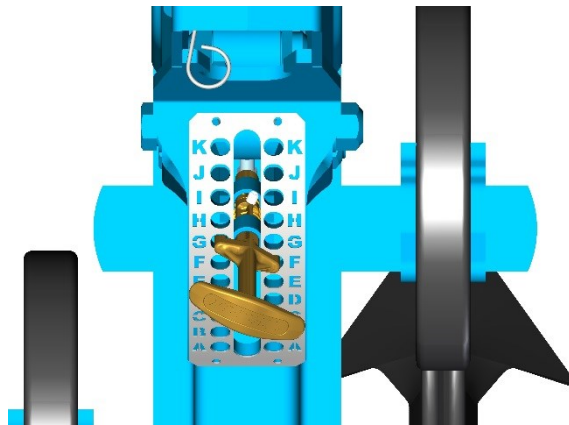

Fig. 2
- Abb. 2 : Heck-Hackelement Multicrop, Reihenabstand 50-65 und 45-50